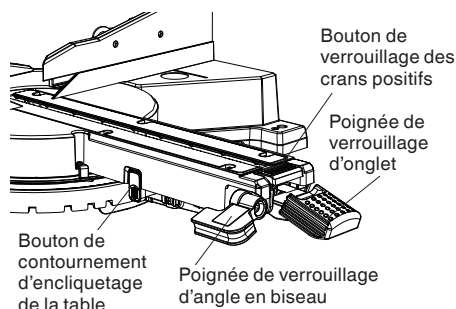

Fig. 14
7. Bouton de contournement d'encliquetage de la table (Fig. 14)